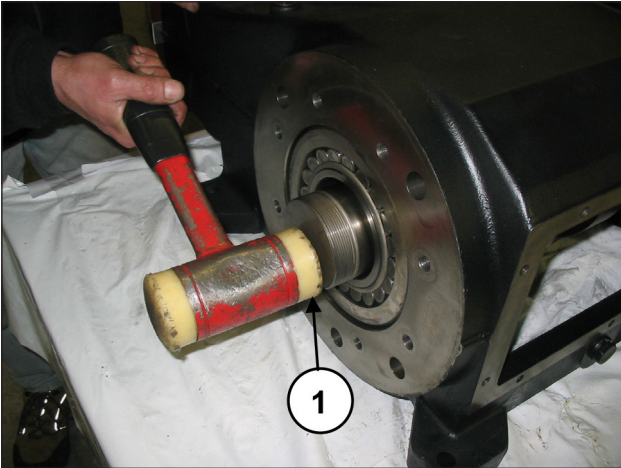

Abb. 28
Treiben Sie die Kurbelwelle mithilfe eines Schlagwerks auf Zapfwellenseite heraus (Pos. ①, Abb. 28).